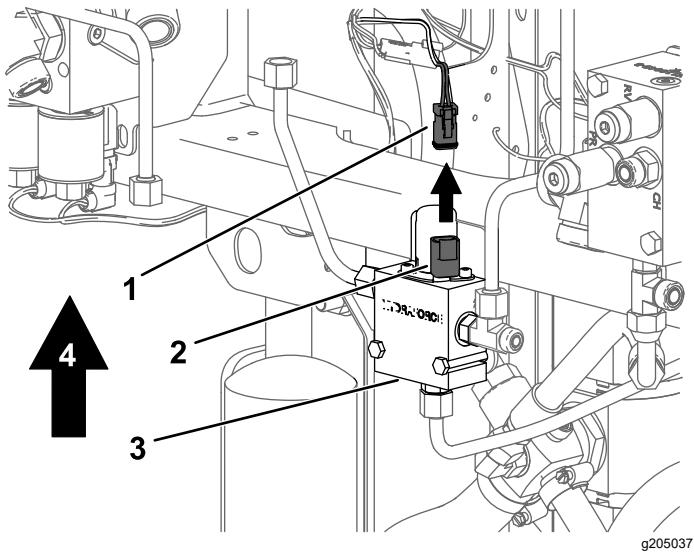

Figura 29
10. Scollegate la bobina dal collettore a 3 vie (Figura 29).